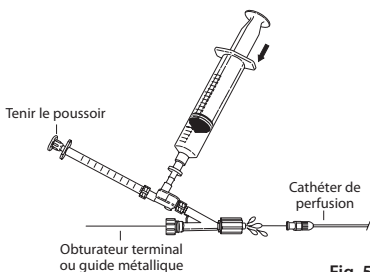

Fig. 5
7. Pour raccorder l'adaptateur Tuohy-Borst muni de la double valve anti-retour au cathéter de perfusion, desserrer la valve Tuohy-Borst et glisser l'ensemble sur l'obturateur terminal du cathéter. Avant de faire le raccordement au cathéter, tenir le piston de la seringue de 1 mL fixe et appuyer sur la seringue de 20 mL en veillant à purger l'air de l'ensemble. Laisser un ménisque de solution sur le raccord Luer Lock de l'adaptateur Tuohy-Borst avant d'y raccorder le cathéter de perfusion. (**Fig. 5**)